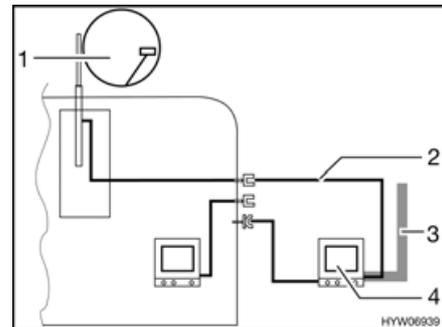

Bild 150 TV im Vorzelt
- TV im Vorzelt (Bild 150,4): Anschluss an Dachantenne (Bild 150,1) mit Verbindungskabel (Bild 150,2)
- TV im Vorzelt (Bild 150,4): Anschluss an externe Antenne (Bild 150,3)